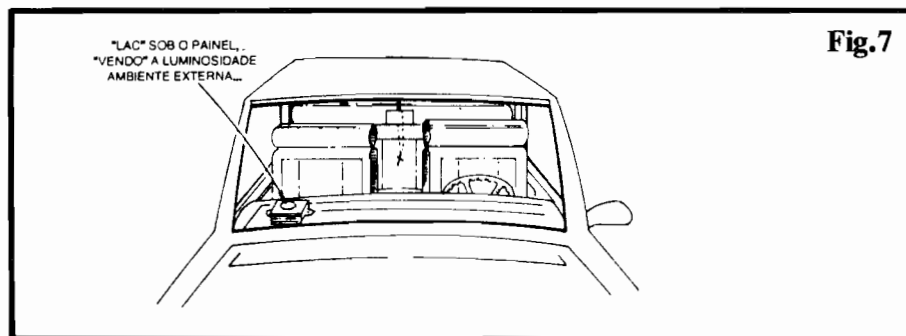

Fig. 7
- FIG. 7 - INSTALAÇÃO E AJUSTE... - Um local prático e óbvio para fixação definitiva da LAC é sobre o painel do veículo, de modo que a campânula translúcida que recobre o LDR fique “olhando o céu”, lá fora, conforme indica a figura... Tal disposição garantirá que o sensoramento se baseará mais na luminosidade média geral, do que em eventuais lampejos emitidos por faróis, lanternas de outros veículos, etc... Embora o circuito